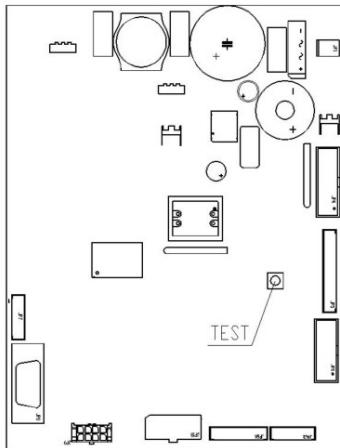

Abb. 3
- Wenn auf dem Display die Zeile "MEMORY CLEARED" erscheint, zur Initialisierung des Speichers den Knopf auf der Hauptkarte im Innern der Münzspeicher-Box (siehe Abb. 3) drücken. Auf dem Display erscheint die Meldung "TÜR OFFEN AUTOMAT IM WARTUNGSMODUS". Der Verkaufsautomat beginnt nun selbstständig mit einem Autotest. Wenn kein Fehler gefunden wird, bewegt sich die Säule in Anfangsstellung und das Gerät ist betriebsbereit.
Beim Einschalten des Automaten erscheint auf dem Display die Schrift "INIT" und dann "MEMORY CLEARED", falls der Speicher keine Daten enthält oder die enthaltenen Daten nicht zuverlässig sind. Den gleichen Zustand erreicht man, wenn der Befehl "Speicherlöschung" durchgeführt wird oder wenn der Speicher beschädigt ist. Indem man die Taste Abb. 3 drückt, die sich auf der Hauptkarte innerhalb des Münzgerätes befindet, wird der Speicher automatisch wiederhergestellt, mit den vorausbestimmten Werten, die im Abschnitt Anweisungen beschrieben sind. Die Maschine beginnt dann automatisch eine Testfolge. Ist alles in Ordnung, tritt sie danach in Betrieb. Im entgegengesetzten Fall bleibt der Automat stehen und auf dem Display erscheint die Testnr., die es andeutet, welcher Fehler aufgetreten ist.
Es ist möglich, auch einen Test Automatenfunktion durchzuführen. Zu diesem Zweck den Automaten einschalten und die Taste Abb. 3 drücken, die sich auf der Hauptkarte befindet. Die Maschine tritt in Freiverkaufsystem und auf dem Display erscheint die Schrift "Freiverkauf", wenn alles in Ordnung ist, andernfalls wird die Auswahl "Außer Betrieb" angezeigt. Um die Auswahl rückzustellen, die entsprechende Taste drücken. Falls das Problem bleiben sollte, erscheint die Meldung, die die Störungsart angibt. Es ist nun möglich, den Verkaufzyklus der Maschine für jede Wahl zu prüfen, während auf dem Display Schriften erscheinen, die auf eventuelle Unregelmäßigkeiten während der Prüfung hinweisen. Um den Test zu unterbrechen, die Taste Abb. 3 auf der Hauptkarte nochmals drücken oder ungefähr 1 Minute warten, ohne Betätigungen durchzuführen. Der Austritt aus dem System "Freiverkauf" ist aus Sicherheitsgründen zeitbedingt. Nachdem man den Einrichtungsvorgang durchgeführt hat, die Tür des Münzgerätes öffnen und den Stecker des Programmierers in den dazu bestimmten, der sich auf der Hauptkarte befindet, einstecken und irgendeine Taste des Programmierers für ca. 3 Sek. gedrückt halten, bis auf dem Automatendisplay die Schrift "**Befehl 00**" erscheint. Achtung: Falls die Taste des Programmierers vor dem Erscheinen der Schrift "**Befehl 00**" auf dem Display freigelassen wird, geht der Automat auf "**Freiverkaufserfahren**" über. In diesem Fall muß man vom diesem Verfahren abspringen, indem man wieder eine Taste des Programmierers drückt. Danach die Verfahren zum Eingang in die Programmierung wiederholen, indem man eine Taste des Programmierers für die nötige Zeit gedrückt hält.